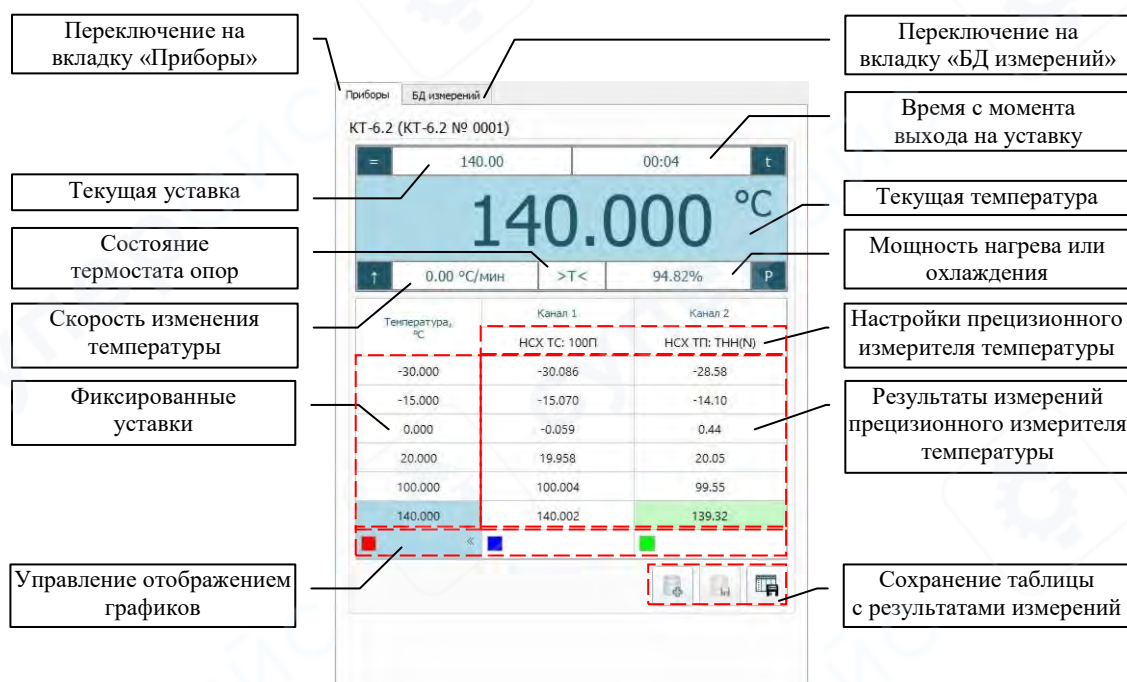

Рис. 7
4.3.5 Вкладка «Приборы», рис. 7.